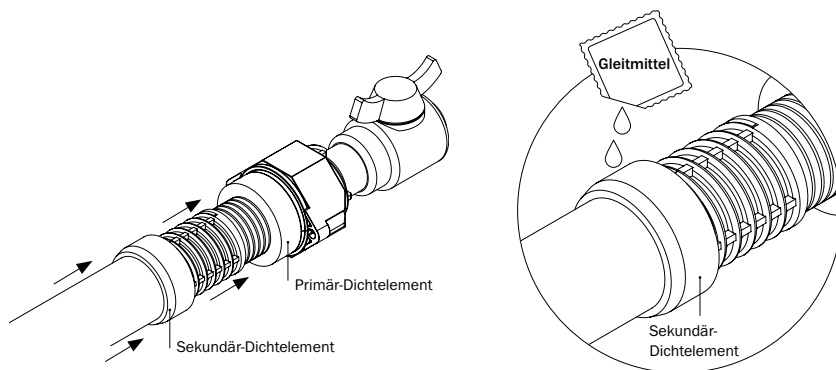

Abbildung 5.6: Positionierung Primär- und Sekundär-Dichtelement, Sekundär-Dichtelement mit Gleitmittel einschmieren
- Das Primär-Dichtelement über die Gashauseinführung Schuck DN 25 bis an den 8-Kant-Einsatz schieben (s. Abbildung 5.6).
- Das Sekundär-Dichtelement mit der angefasten Seite nach unten/zur Bodenplatte weisend über die Gashauseinführung Schuck DN 25 bis zur Sicke schieben (s. Abbildung 5.6).
- Das Sekundär-Dichtelement mit dem mitgeliefertem Gleitmittel vollständig einschmieren (s. Abbildung 5.6).